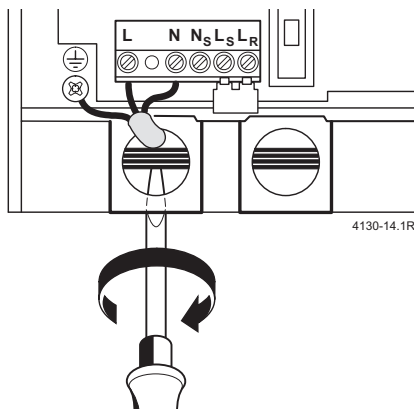

Рис. 17
- ▶ Прокласти кабель крізь призначений для нього отвір у фіксаторі для запобігання натягу та приєднати до відповідних клем (див. Рис. 17).